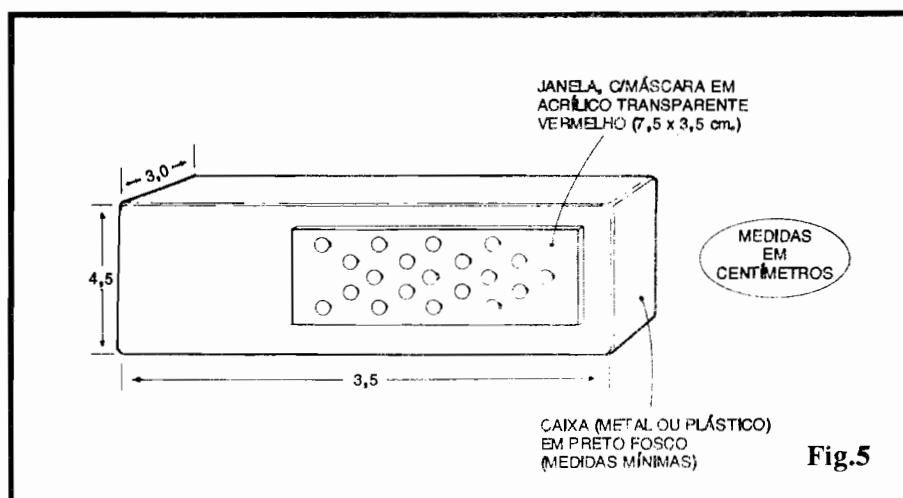

Fig.5
- FIG. 5 - CAIXA E ACABAMENTO EXTERNO... - Na sua configuração básica (o "modelito", certamente, aceita muitas variações, a critério do gosto estético e da criatividade de cada um...), o circuito do **SESEQ** pode ser acondicionado num *container* retangular, com as dimensões mínimas relacionadas na figura, e contendo uma "janela" (dimensões básicas também indicadas no diagrama...) para visualização do *display* de 20 LEDs, recoberta por um filtro de acrílico transparente vermelho (para melhoria do desempenho ótico do sistema...). Ainda por razões estéticas e de favorecimento da própria visualização, convém que o acabamento externo da caixa seja em preto fosco... A fiação de alimentação e controle, poderá sobresair de uma das laterais do *container* ou ainda do fundo deste... Dependendo também da instalação final do par de módulos (nunca esquecer que são necessários **dois** conjuntos completos do **SESEQ**...), serão ainda necessários alguns implementos de fixação, como braçadeiras, suportes em "L", parafusos, etc. Outra possibilidade prática para a fixação dos módulos do **SESEQ** consiste na utiliza-